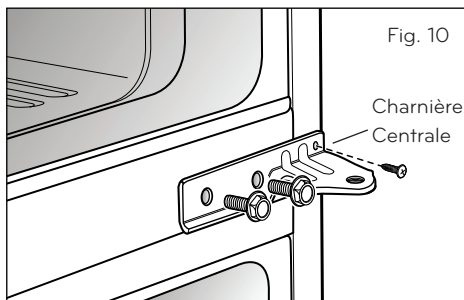

Fig. 10
- Placer la porte de manière à faire rentrer l'axe de la charnière centrale dans l'orifice de la porte prévue à cet effet (voir Fig. 10).
- Devisez et retirez les deux vis à l'aide du tournevis cruciforme. Retirez le support de la charnière centrale du réfrigérateur (voir Fig. 10). Mettez ces éléments de cote.